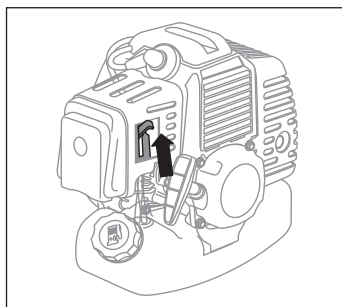

Рис. 9
4. Переведите рычаг воздушной заслонки в верхнее положение – |/| «Закрыто» (рис. 9).
6. Переведите рычаг воздушной заслонки (рис. 9) в нижнее положение III «Открыто».